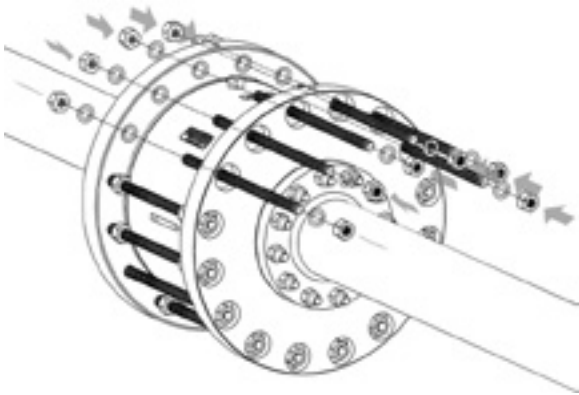

Abbildung 23 – Tauschen Sie die oberen Zugbolzen, Muttern und Unterlegscheiben aus.
19. Tauschen Sie die oberen Zugbolzen, Muttern und Unterlegscheiben aus, wie in Abbildung 23 unten gezeigt. Drehen Sie die Muttern auf die Bolzen, sodass die Vorderseite der Mutter bündig mit dem Ende des Bolzens ist.